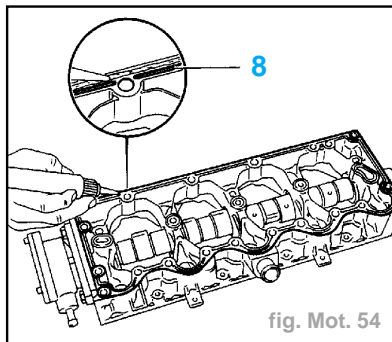

fig. Mot. 54
- Déposer un cordon de pâte à joint silicone catégorie 1 entre la rainure (8) et le bord extérieur du porte-arbre à cames (fig. Mot. 54).